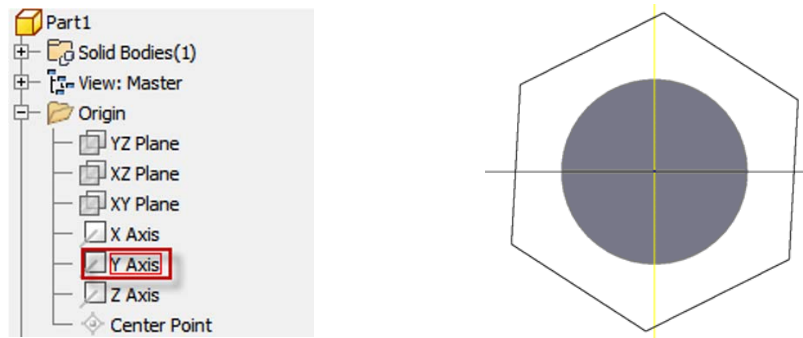

Fig. 2.5. Activare axă Y
4. Se activează axa Y prin selectarea acesteia din *Browser*, fig. 2.5, anterior se accesează comanda *Project Geometry*.